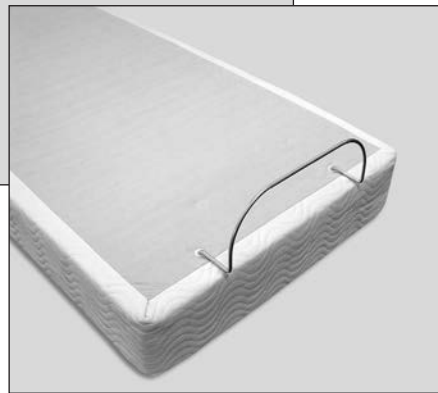
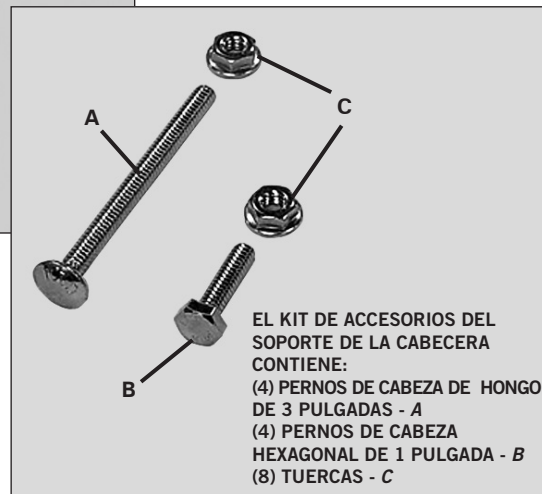

FIGURA 6: Sujetador de colchón instalado.
FIGURA 7: Accesorios para el soporte de la cabecera.
- Deslice una canaleta del soporte de la cabecera sobre un lado del armazón de la base. Con (2) pernos/tuercas de cabeza de hongo (FIGURA 6) fije la canaleta al armazón de la base (FIGURA 7). Ajuste remotamente los pernos/tuercas (no demasiado) para sujetar las canaletas del soporte de la cabecera. Repita el procedimiento para instalar la otra canaleta en el lado contrario.
FIGURA 6: Instalación de la canaleta del soporte de la cabecera (uno a cada lado de la cabecera de la base). (Aquí se muestran patas con ruedecillas de 4" que son opcionales.)